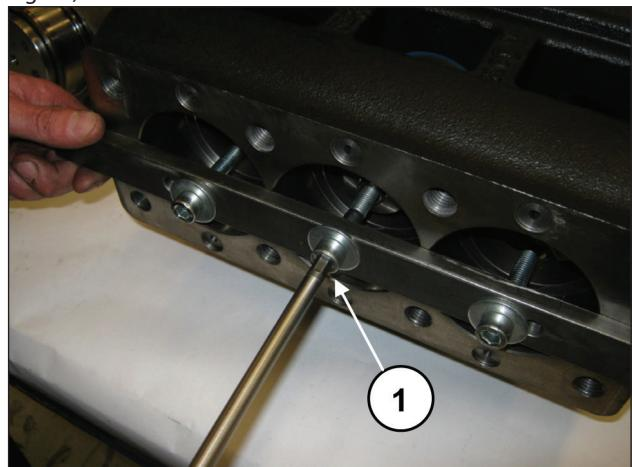
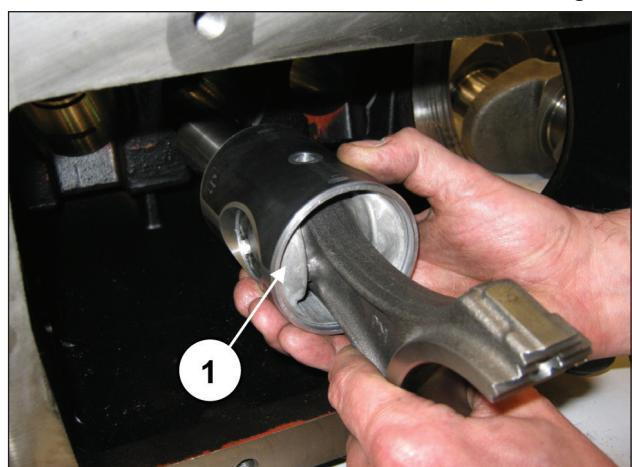

Fig. 32
Fig. 33
Dévisser les vis de l'outil réf. 27566200 pour débloquer les bielles (rep. ①, Fig. 32) puis dégager les ensembles bielle-guide de piston par l'ouverture arrière du carter (rep. ①, Fig. 33).
Déposer l'outil de maintien des bielles réf. 27566200 (rep. ①, Fig. 32).